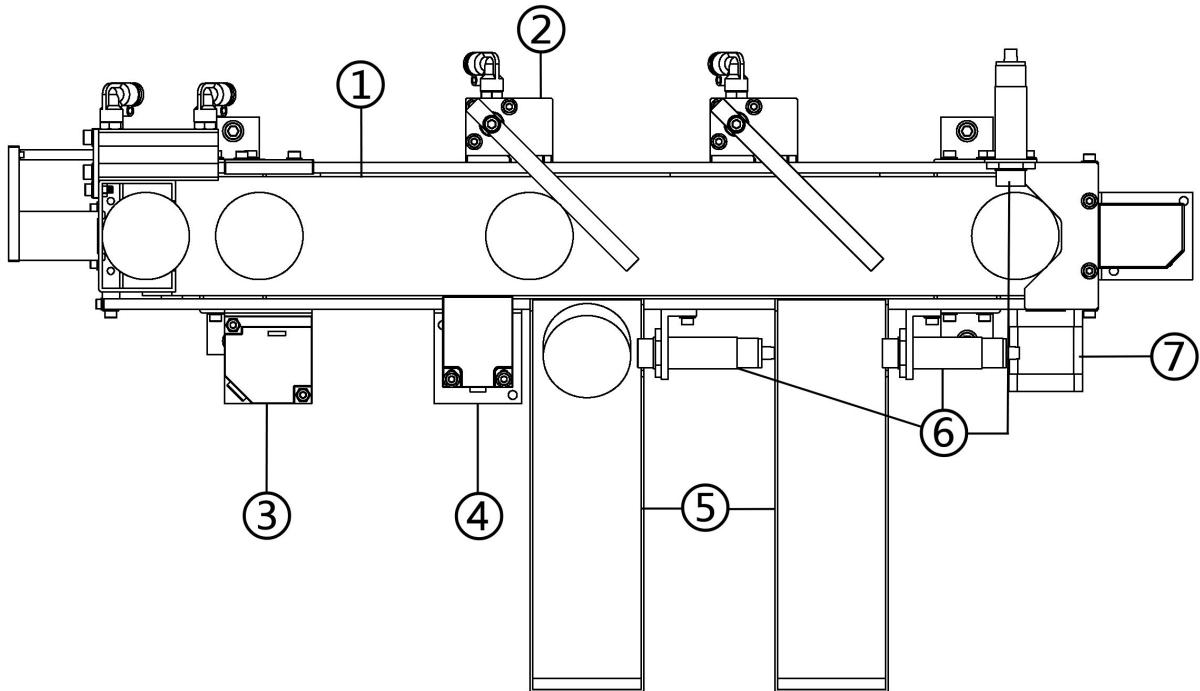

图 1.2 一号台—运料机构 (视图 2)
在图 1.2 中，①是输送带②是旋转气缸③是光电漫射传感器④是电涡流传感器⑤是选料槽⑥是电容式接近开关⑦是步进电机。